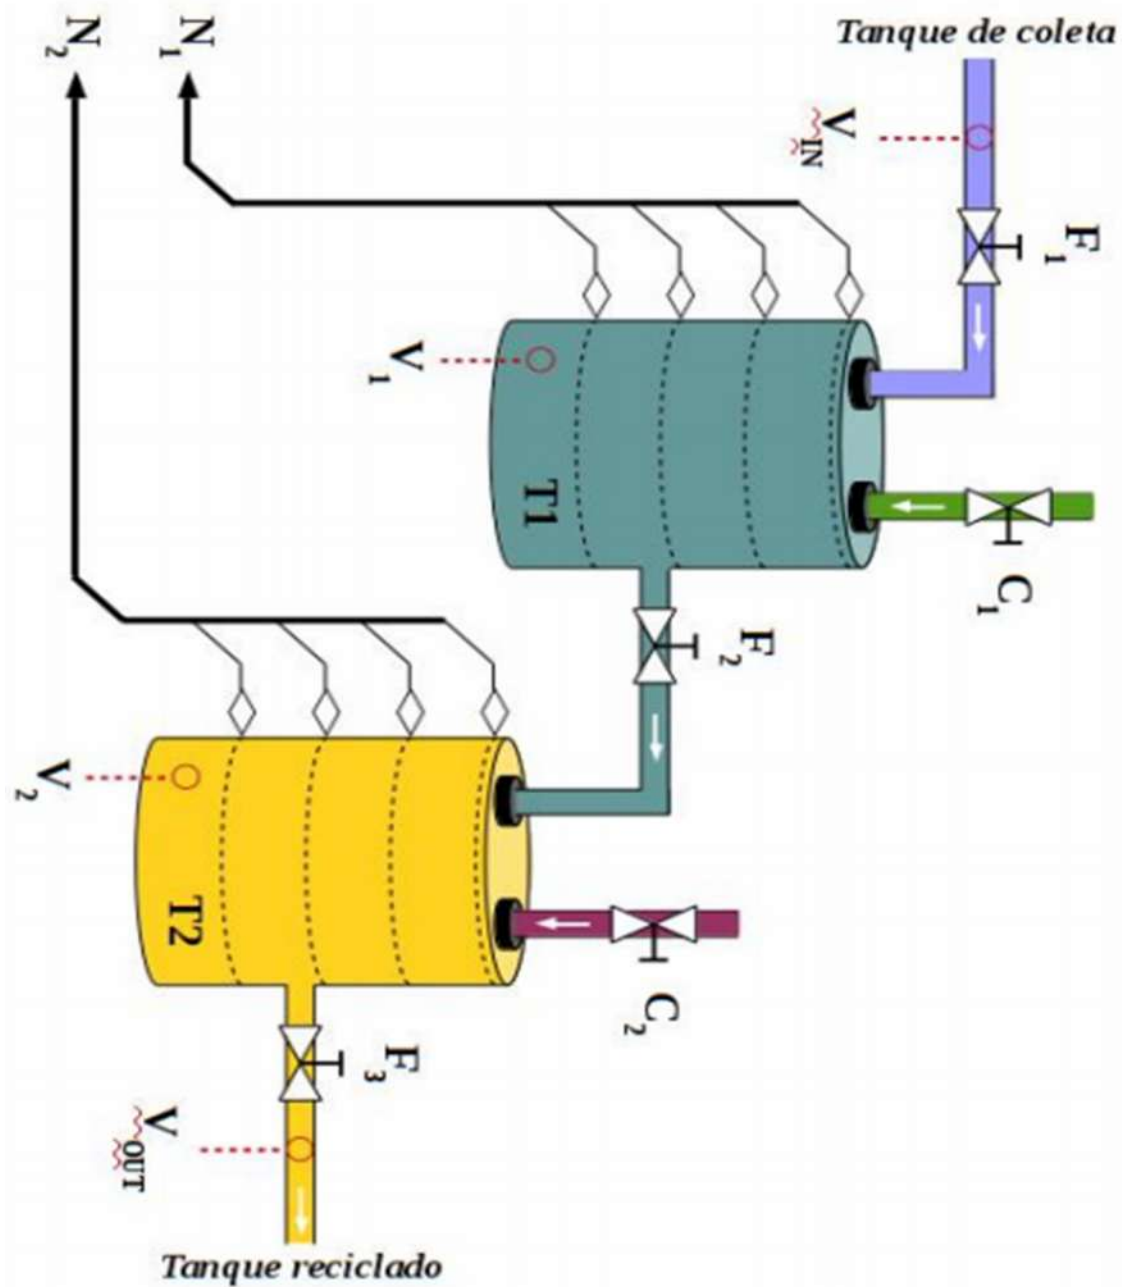

Figura 1: Esquemático do sistema de controle de viscosidade de óleo reciclado.
A estrutura onde será aplicada a solução do pedido está representada na figura 1.
1. A viscosidade do óleo nos pontos V1 e V2 da figura 1 (abaixo), a partir dos valores de referências  $V_{IN}$  e  $V_{OUT}$ , que, para a simulação, terão que ser digitados nas portas P0 ( $V_{IN}$ ) e P1( $V_{OUT}$ );
1. Sensores de níveis (N1 e N2), com quatro níveis iguais em volume e distintos em posição, conforme figura 1;